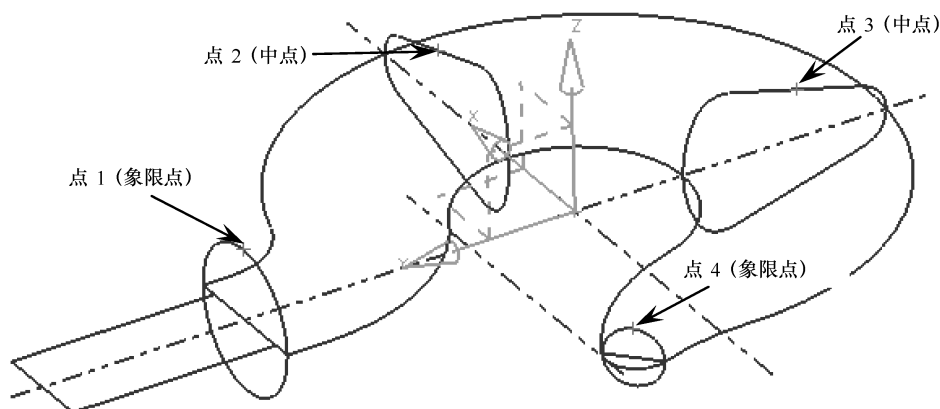

图 5-15 创建4个点
- 12 在菜单栏中执行【插入】|【基准/点】|【点】命令，采用【中点】约束和【象限点】约束分别在 4 个吊钩控制截面曲线中创建 4 个点，如图 5-15 所示。